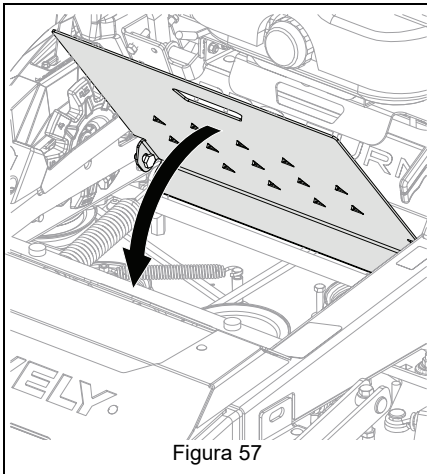

Figura 57
6. Subir el panel de acceso para cerrar el panel. Consulte Figura 57.